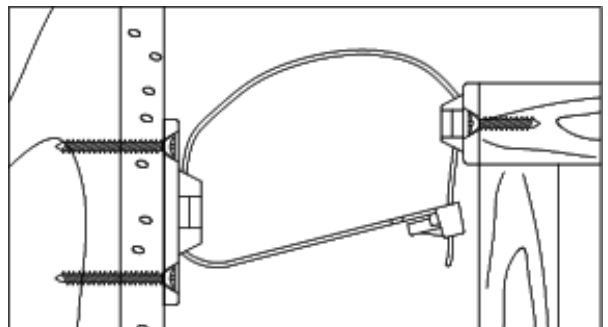

Figura 3
- 3) PARA MONTAR LAS PLACAS DE PARED:** Coloque la placa de pared sobre la marca de viga seleccionada de manera que quede cerca de la placa en el mueble cuando mueva este a su posición final. La placa de pared debe ubicarse UNA pulgada debajo de la placa de mueble (Vea figura 3). Utilice los DOS tornillos Largos para asegurar la placa a la pared. Recuerdo colocar la placa de pared de manera vertical para que los dos tornillos entren en la viga seleccionada.